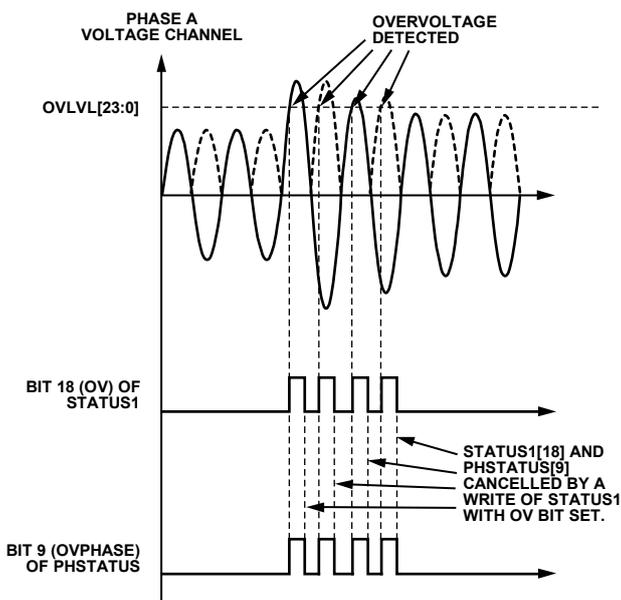

図 60. 過電圧の検出
ADE7880 は、OVLVL と OILVL の 24 ビット符号なしレジスタに設定されたスレッシュホールドを、電圧チャンネルと電流チャンネルで測定した瞬時絶対値が超えたタイミングを検出します。MASK1 レジスタのビット 18 (OV)がセットされている場合、過電圧イベントが発生すると、 $\overline{\text{IRQ1}}$ 割込みピンがロー・レベルに駆動されます。 $\overline{\text{IRQ1}}$ 割込みピンがロー・レベルへ駆動されたときに設定されるステータス・フラグは 2 つあり、STATUS1 レジスタのビット 18 (OV) と PHSTATUS レジスタのビット[11:9] (OVPHASE[2:0])の内の 1 ビットで、過電圧が発生した相を表示します。ステータス・ビット = 1 で STATUS1 レジスタに書込みを行うと、STATUS1 レジスタのステータス・ビット 18 (OV) と PHSTATUS レジスタのすべてのビット[11:9] (OVPHASE[2:0])がクリアされ、 $\overline{\text{IRQ1}}$ ピンはハイ・レベルになります。図 60 に、A 相電圧での過電圧検出を示します。